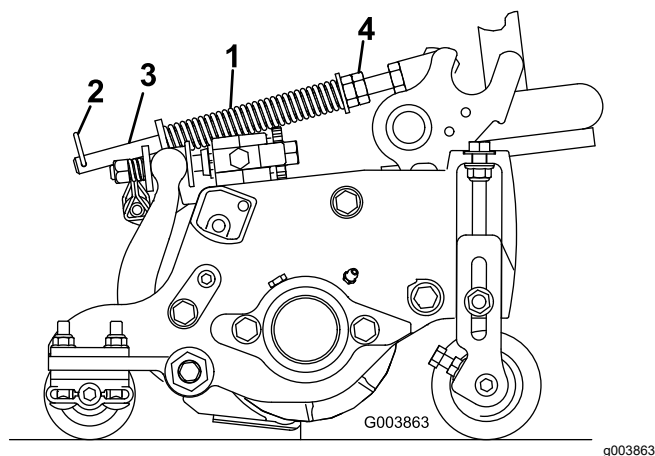

図 50
ターフ補正スプリング 図 50 は、カッティングユニットの前ローラから後ローラへの「体重移動」を行う働きが
1. スプリングロッドの後の穴にヘアピンが差し込まれていることを確認してください 図 50。
2. スプリングロッド前部の六角ナットを締めて、スプリング圧縮状態の長さが159 mm になるようにする 図 50を参照。